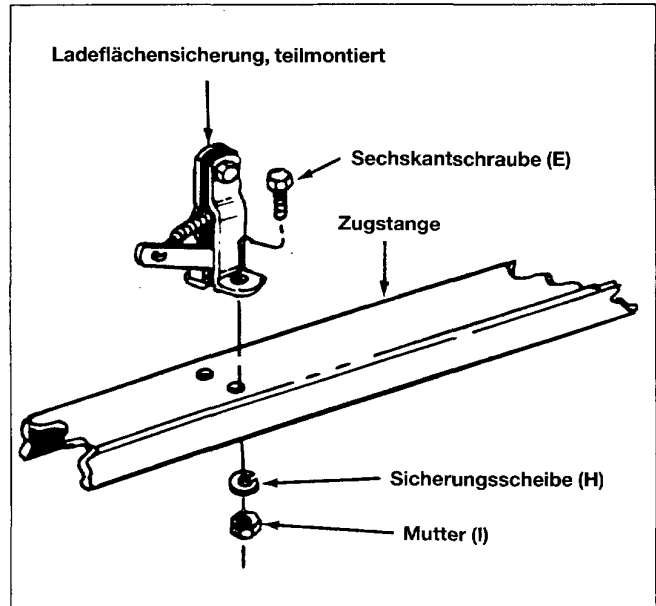

Bild 13
18. Die Ladeflächensicherung (BB) auf der Zugstange anbringen. 6x16 mm Sechskantschrauben (E), Sicherungscheiben (H) und Muttern (I) benutzen. Siehe Bild 13.